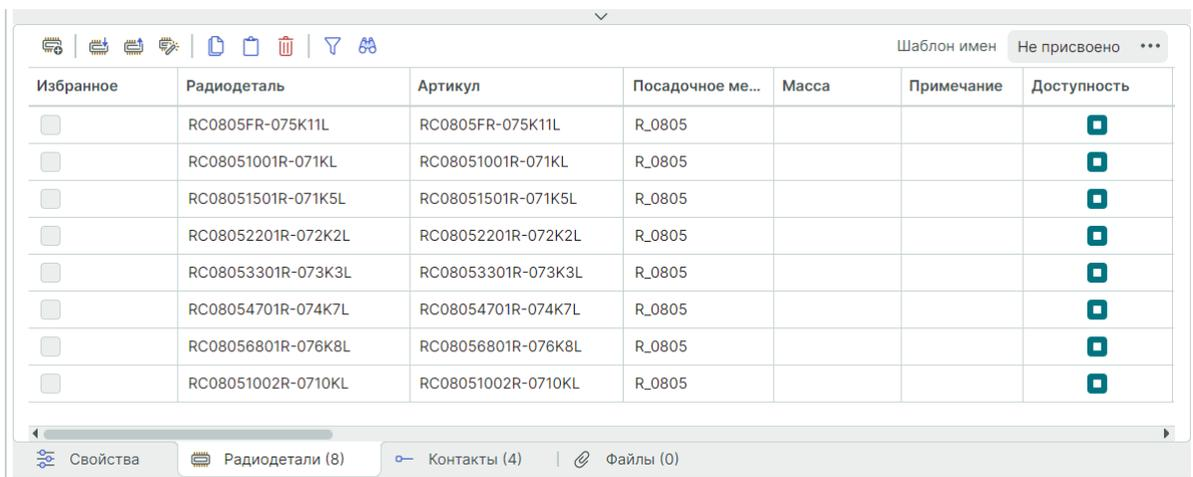

Рис. 320 Рдиодетали, созданные по шаблону
7. Список созданных радиодеталей будет отображен во вкладке «Рдиодетали» редактора компонентов, см. Рис. 320.